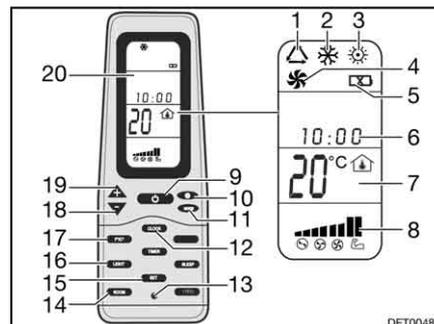

Fig. 144 Mando a distancia
- Pulsar la tecla ON/OFF (Fig. 144,9).
- Pulsar la tecla "Mode" (Fig. 144,11) las veces que sean necesarias hasta que se visualice el modo de funcionamiento deseado (Fig. 144,1, 2, 3 ó 4) en el display (Fig. 144,20).
- Ajustar la temperatura deseada con las teclas "+" (Fig. 144,19) y "-" (Fig. 144,18).
- Seleccionar la etapa deseada del ventilador con la tecla Velocidad del ventilador (Fig. 144,10).
Desconectar: ■ Pulsar la tecla ON/OFF (Fig. 144,9).